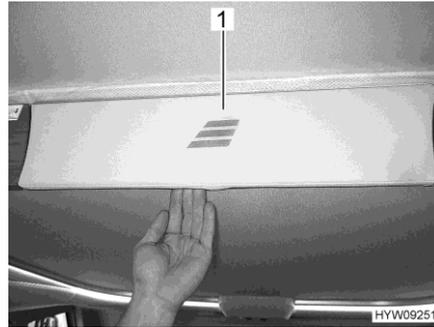

Bild 106 Blende (Hubbett)
- Blende (Bild 106,1) zum Entriegeln des Hubbetts ziehen.